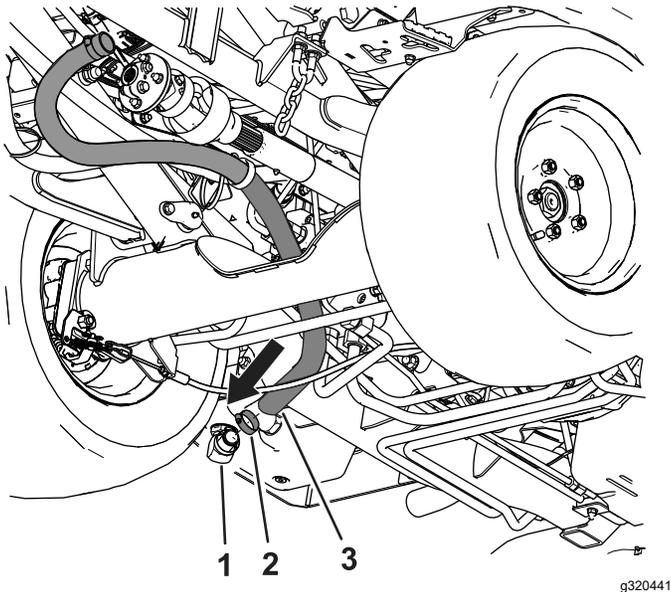

Figura 16
4. Instale la manguera del filtro en el acoplamiento del filtro situado en el fondo del depósito hidráulico (Figura 16).